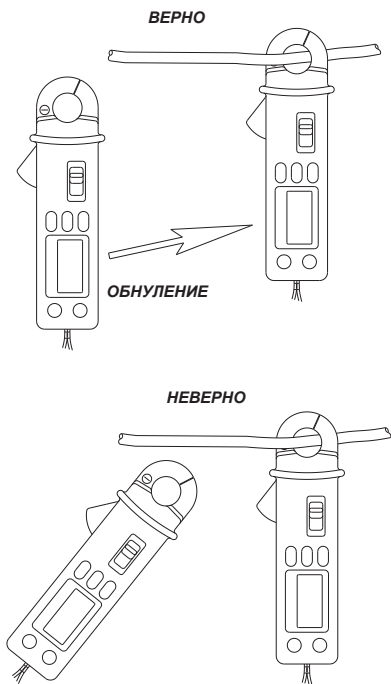

Рисунок 3
5. Использование переключателя обнуления для обнуления показаний. Из-за высокой чувствительности токоизмерительных клещей их необходимо обнулять в положении измерения, чтобы предотвратить влияние внешнего магнитного поля (см. рис. 3).